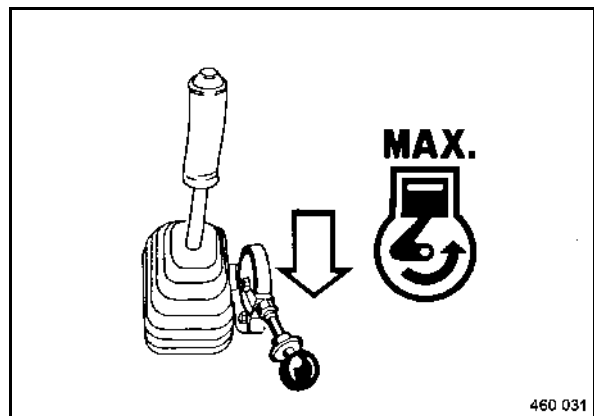

fig. 48
- Positionner le levier de réglage du régime (fig. 48) sur "MAX" et l'enclencher.